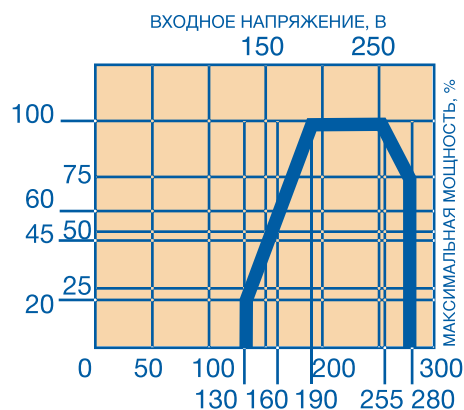

Рис. 2.
4) Максимальная полная мощность нагрузки в диапазоне входного напряжения 190 В ÷ 255 В, ВА (Рис. 2)
3.3. Общая полная мощность подключаемых к выходной цепи стабилизатора потребителей электроэнергии определяется с учетом зависимости максимальной полной выходной мощности от входного напряжения (Рис. 2) и определенного по пп. 3.2 диапазона входного напряжения.